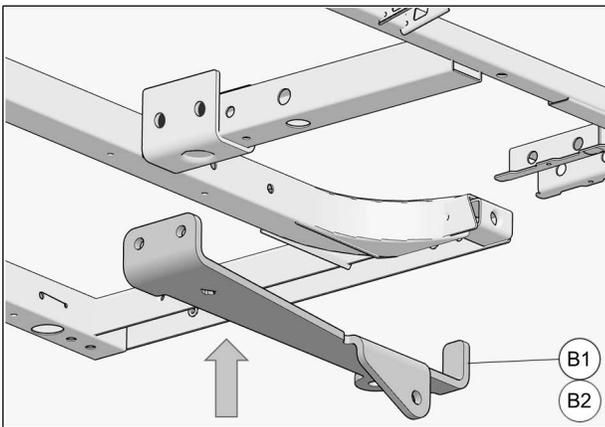

Fig. 5
4. Soulever la plaque d'ancrage (**B1-B2**) au même emplacement sous le châssis du marche-pied comme montré à la Fig. 5